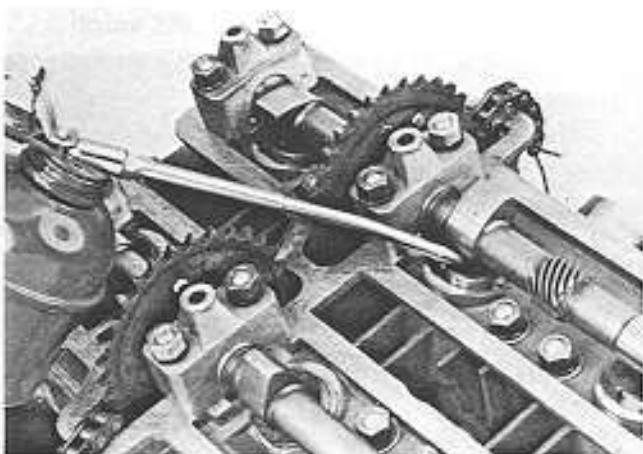

Fig. 23
Durante il rimontaggio lubrificare abbondantemente i supporti degli alberi a camme, gli eccentrici e le punterie con olio motore (Fig. 23).
- During rebuild the camshaft bearings, the cam lobes and the tappets should be lubricated liberally with engine oil (Fig. 23).